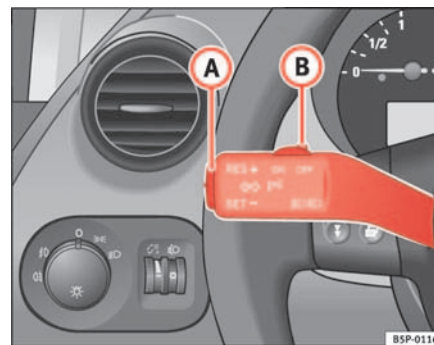

Abb. 141 Blinker- und Fernlichthebel: Schalter und Wippe für GRA
- Drücken Sie den oberen Teil der Wippe **RES** ⇒ Abb. 141 **A**, um die Geschwindigkeit zu erhöhen. Solange Sie die Wippe gedrückt halten, beschleunigt das Fahrzeug. Sobald Sie die Wippe loslassen, wird die neue Geschwindigkeit gespeichert.
Wenn Sie die gespeicherte Geschwindigkeit durch Treten des Bremspedal verringern, ist die Regelung der gespeicherten Geschwindigkeit ausgeschaltet. Sie können durch einmaliges Drücken des oberen Teils der Wippe **RES+** ⇒ Abb. 141 **A** die Regelung wieder aufnehmen.